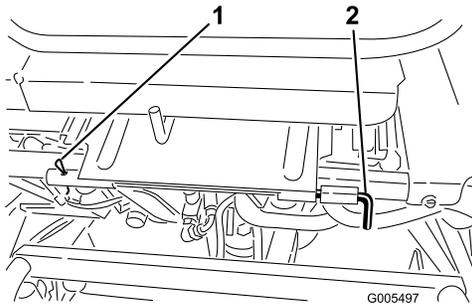

図 29
3. 座席を降ろし、回転軸を固定しているロールピンを抜き取る 図 29。